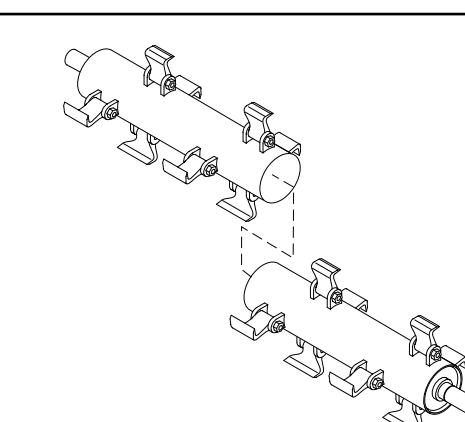

Fig. 14
- **Sistemare le coppie più pesanti alle due estremità del rotore, le coppie più leggere al centro (Fig. 14).**
- **Sæt de tungeste par på de to yderste ender af rotoren, de letteste par sættes i midten (Fig. 14).**
- Placera de tyngsta knivparet på rotorns två ändar och de lättare knivparet i mitten (Fig. 14).